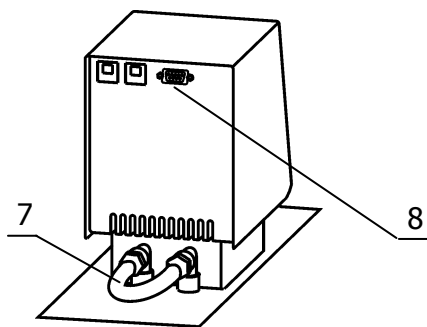
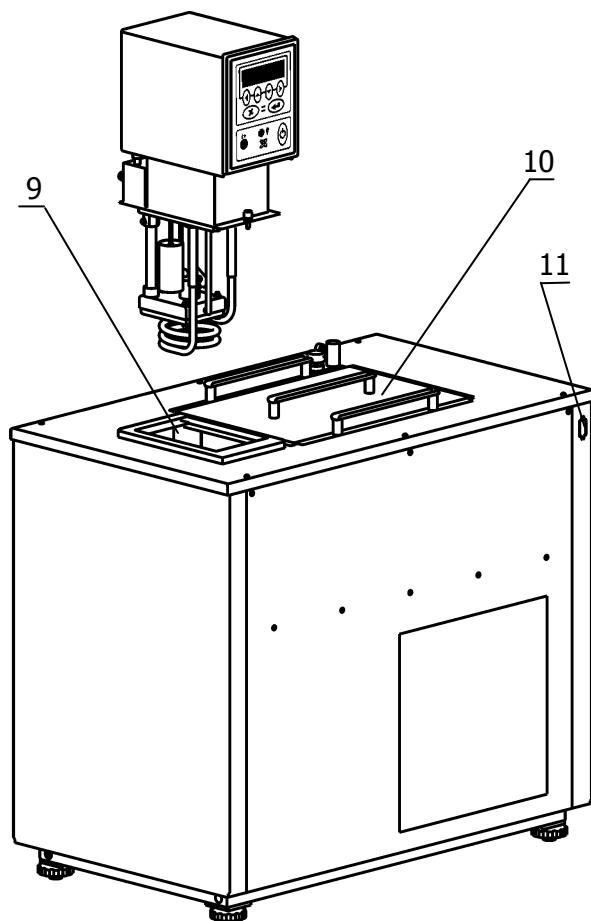

Рисунок 3 — Установка переключки
Рисунок 4 — Установка блока регулирования
1.4.5 Для работы термостата без внешнего потребителя шлангом-перемычкой 7 (рисунок 3) из комплекта поставки термостата соединить входной и выходной штуцеры насоса блока регулирования. Закрепить перемычку на штуцерах, используя хомуты из комплекта поставки термостата.
2.2.3 Установить блок регулирования в отверстие в крышке термостата 9 (рисунок 4).
2.2.4 Соединить разъем блока регулирования температуры 8 (рисунок 3) с разъемом управления холодильной машиной 11 (рисунок 4) кабелем из комплекта поставки термостата.
2.2.6 Заполнить ванну термостата теплоносителем (учитывая диапазон температур регулирования 1.2.6) через отверстие 10 в крышке корпуса термостата (рисунок 4). Жидкость следует наливать (доливать) в ванну термостата до момента начала ее слива из переливного патрубка 14 либо до полного закрытия витков теплообменника.